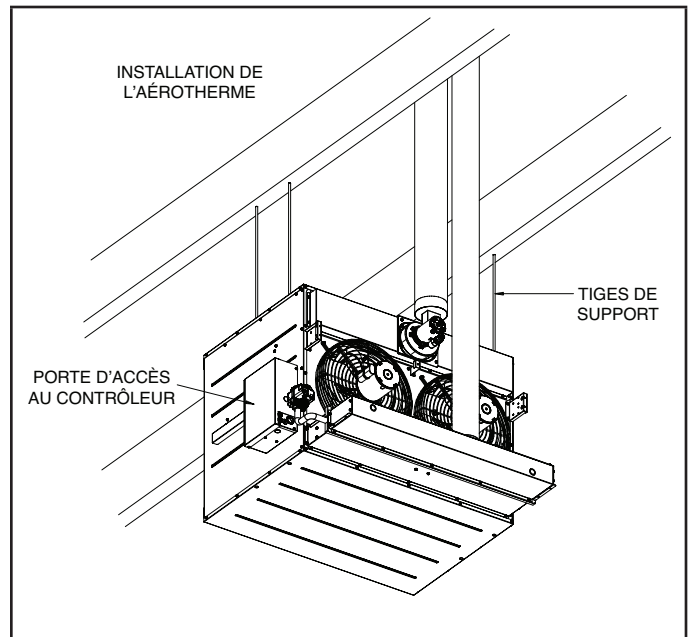

FIGURE 1
- 5 - Visser les (quatre) tiges dans les écrous de fixation de l'unité. Voir Figure 1.